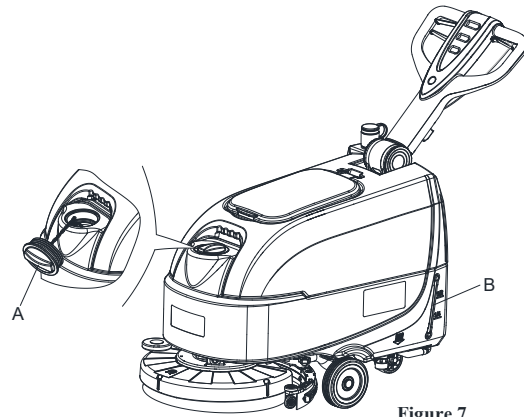

Figure 7
- Ouvrez le couvercle d'entrée d'eau (A, Figure 7).
- Ne remplissez pas trop le réservoir, et surveillez l'indicateur de niveau d'eau (B, Figure 7) pour connaître le volume d'eau.